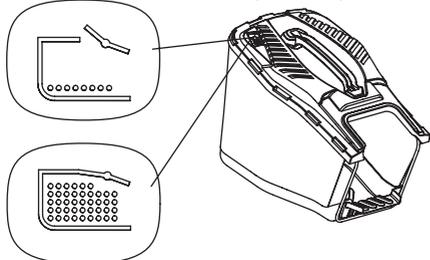

Рис. 12 Положение индикатора травосборника
- На травосборнике газонокосилки установлен индикатор заполнения. Пока травосборник не заполнен, индикатор при работе газонокосилки будет находиться в вертикальном положении. При заполненном травосборнике индикатор будет находиться в горизонтальном положении (Рис. 12).